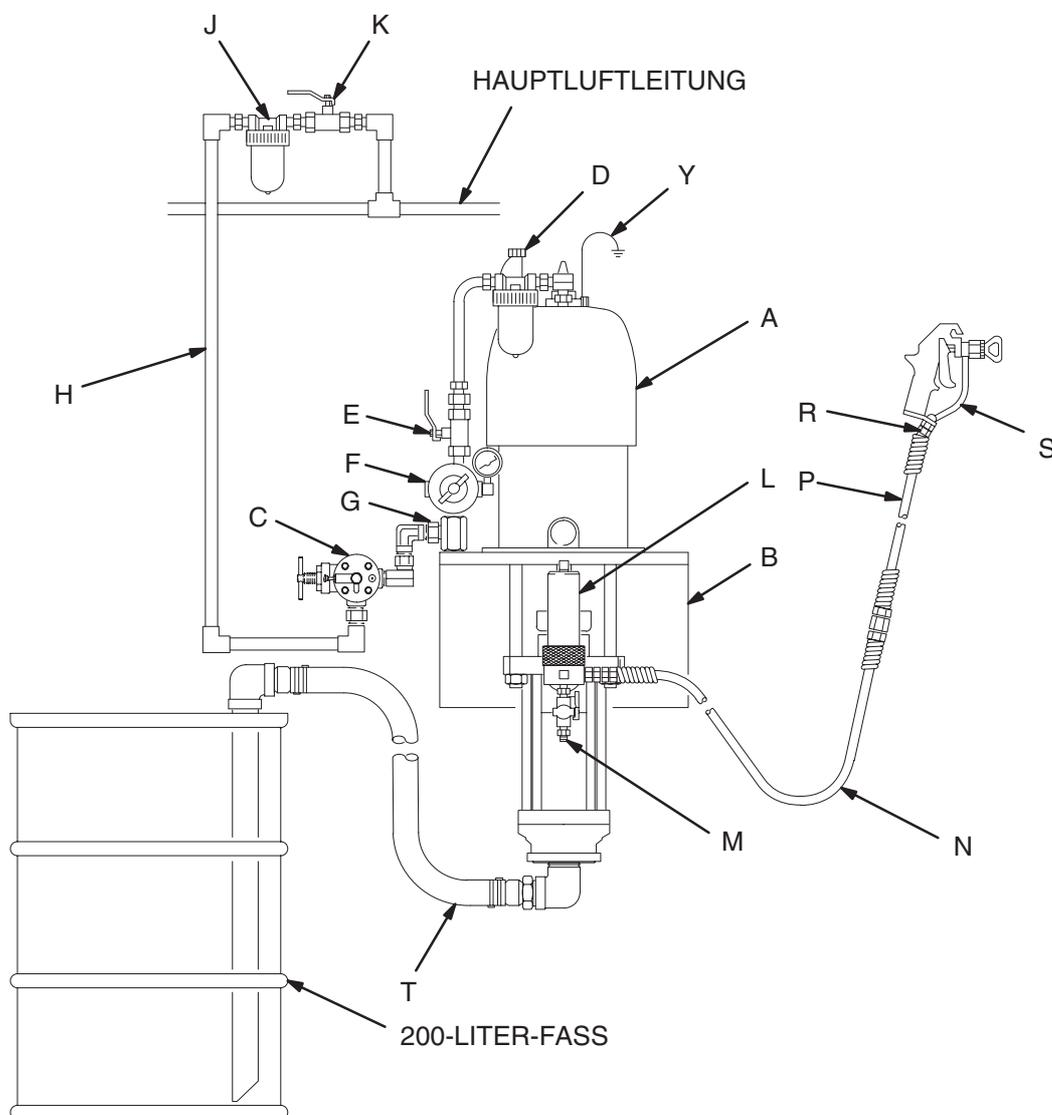

Abb. 3
Abb. 3 stellt nur eine Hilfe für die Auswahl und den Einbau von Systemkomponenten und Zubehörteilen dar. Ihr Graco-Händler hilft Ihnen gerne bei der Zusammenstellung eines Systems, das Ihren jeweiligen Anforderungen entspricht.
Die Montage der Pumpe (A) muß der geplanten Installation des Systems entsprechen. Abb. 3 zeigt ein System, das auf einem fahrbaren Wagen montiert ist. Für Pumpenabmessungen und Montagebohrungen siehe Seite 36 und 37.
Die nachfolgenden Zubehörteile so installieren, wie dies in der Abb. 3 gezeigt wird. Falls nötig, Adapter verwenden.
Die folgenden Zubehörteile an den in Abb. 3 gezeigten Stellen installieren und bei Bedarf Adapter verwenden:
- **Einen Materialfilter (L)** mit einem 60 Mesh (250 Mikron) Element aus Edelstahl zum Filtern von Partikeln aus dem Material, wenn dieses aus der Pumpe austritt. Der Filter enthält einen **Druckentlastungshahn (M)**, der im System zum Entlasten des Drucks in Schlauch und Pistole benötigt wird (siehe **WARNUNG** links).
- **Eine Pistole oder ein Dosierventil (S)** zum Verteilen des Materials. Die in Abb. 3 gezeigte Pistole ist eine Airless-Spritzpistole für Materialien mit leichter bis mittlerer Viskosität.
- **Ein Pistolendrehgelenk (R)** gibt der Pistole mehr Bewegungsfreiheit.
- **Ein Ansaugsatz (T)** ermöglicht es der Pumpe, Material aus einem 200-Liter-Faß anzusaugen.